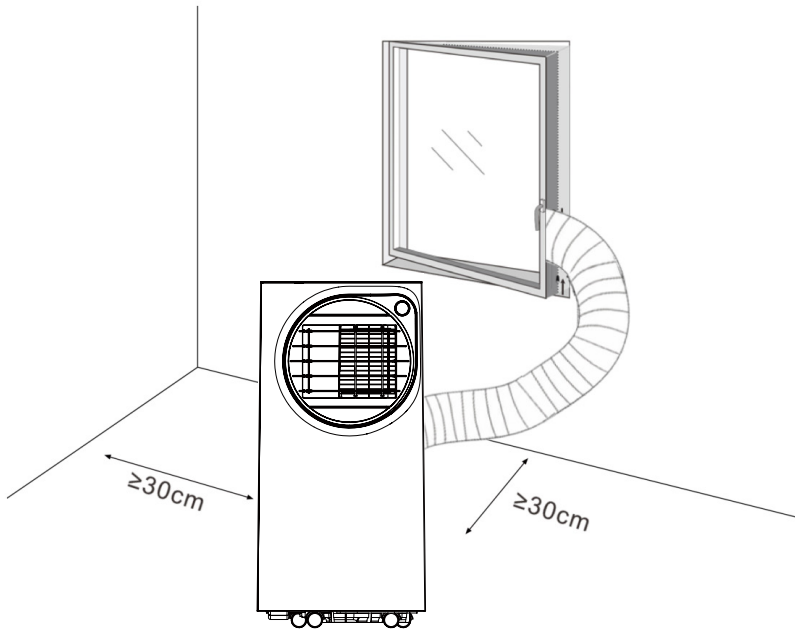

Fig.4
- En bærbar aircondition bør installeres på et flatt og tomt sted rundt. Ikke blokker luftuttaket, og den nødvendige avstanden rundt bør være minst 30 cm. (Se Fig.4)